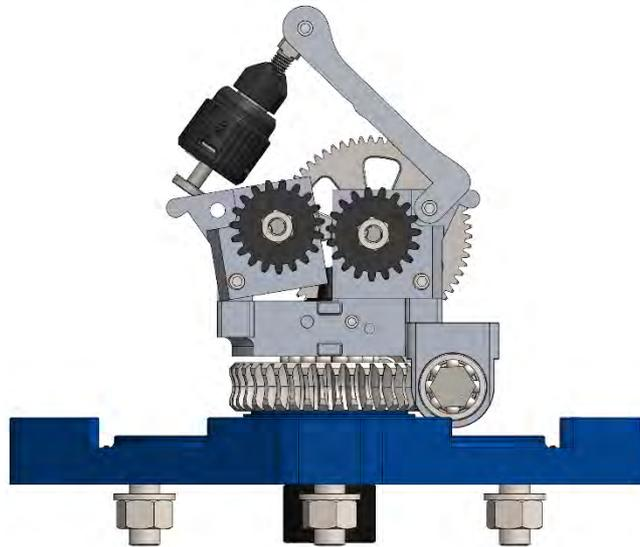

Figure 17
3. Soulevez le levier de fermeture de manière à ouvrir les galets et reposez le bouton dans son logement. Figure 17;